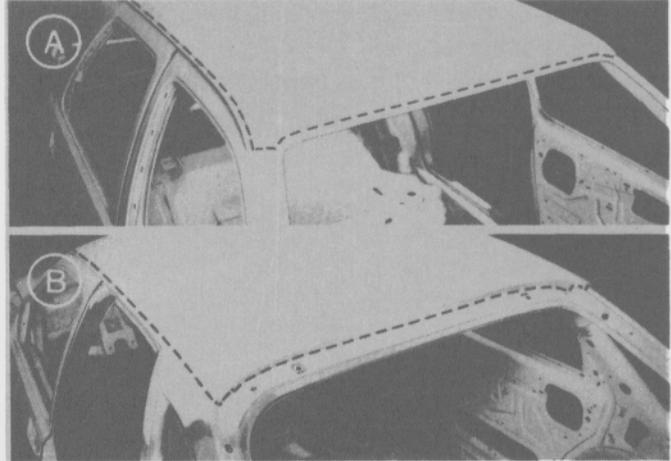

Fig. 40
- Retirar el panel del techo a lo largo de la línea de corte (Fig. 40) de la siguiente forma: